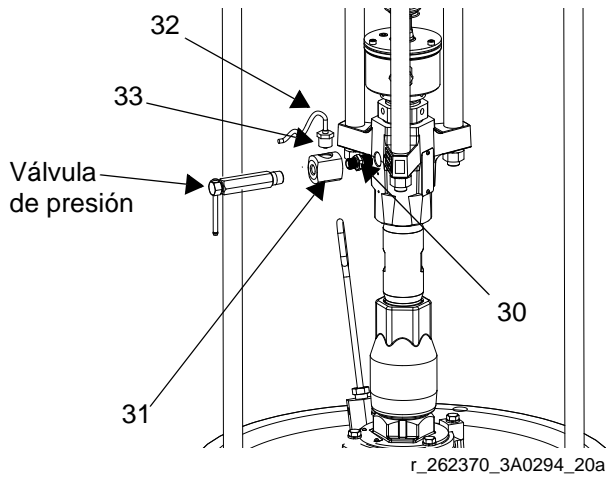

FIG. 43: Instalación del sensor de presión
- b. Aplique el sellador suministrado en el adaptador (30), el colector (31) y la válvula de presión. Instale estos tres en el orden mencionado. Consulte la FIG. 43.
- d. Instale la junta tórica (33) y el sensor de presión (32); utilice alambres (35) para sujetar el cable al elevador y a la manguera de aire.